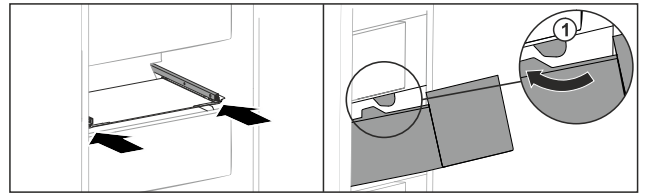

Fig. 156
- Schubfach um die Stopper Fig. 156 (1) herumführen.